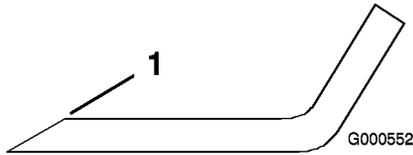
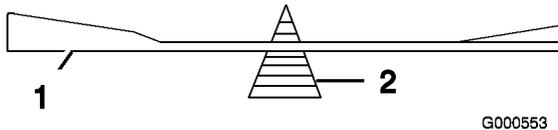

Figura 39
Figura 40
1. Affilate i taglienti da entrambe le estremità della lama con una lima (Figura 39). Rispettate l'angolazione originale. La lama conserva il
2. Controllate l'equilibrio della lama posizionandola su un bilanciatore (Figura 40). Se la lama rimane in posizione orizzontale, è bilanciata e può essere utilizzata. Se la lama non è bilanciata, limate del metallo soltanto dalla costa (Figura 39). Ripetete la procedura finché la lama non è perfettamente bilanciata.